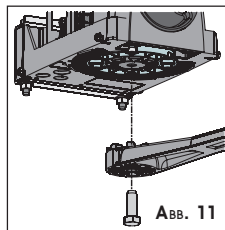

Abb. 11
⑤ Den Antrieb für den Handbetrieb einrichten, siehe Abschnitt 7.
⑥ Den geraden Arm (Abb. 11) mit der entsprechenden im Lieferumfang enthaltenen Schraube montieren.